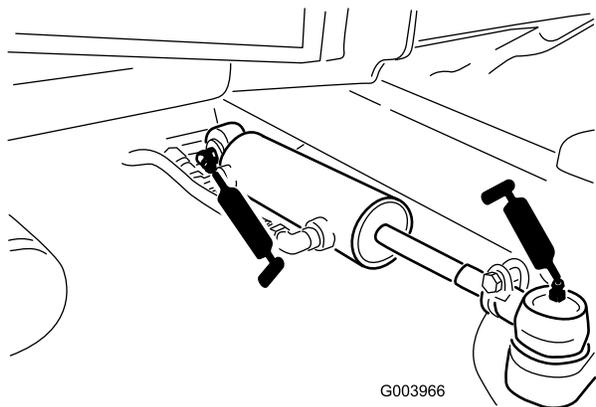

Рисунок 70
- Шаровые опоры гидроцилиндра рулевого управления (2 шт.) (Рисунок 70)